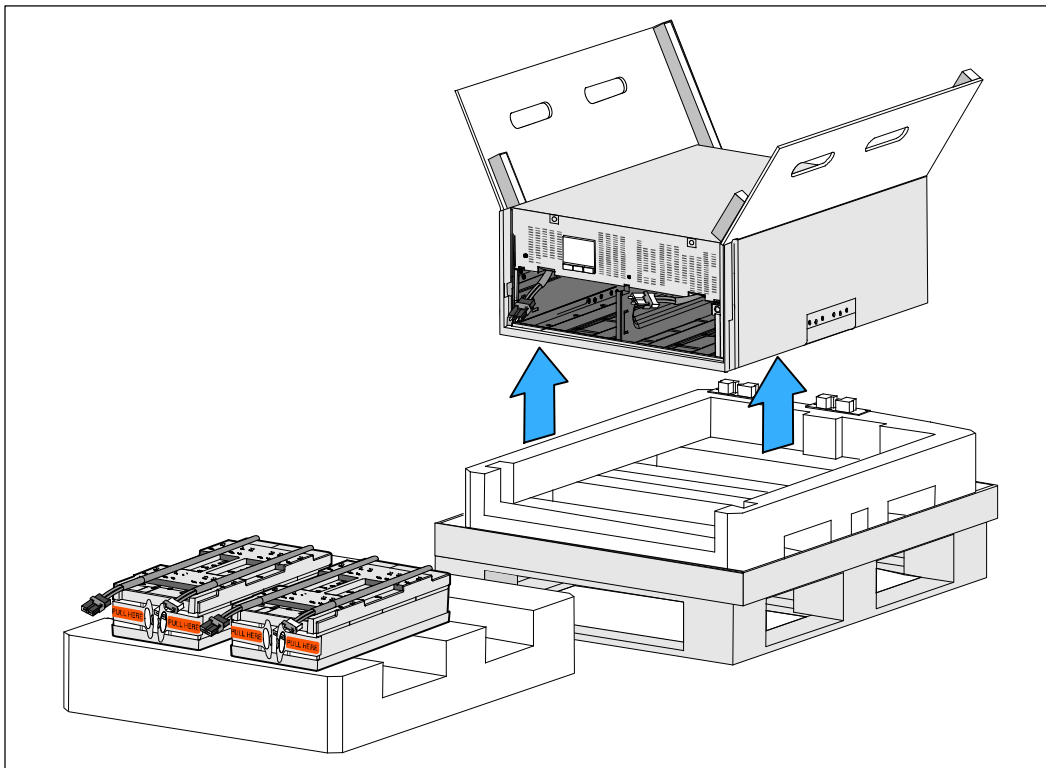

Figure 9. Levage du module
- 8 Avec une personne de chaque côté, levez soigneusement le module hors de la mousse de polystyrène en utilisant les poignées du carton (see Figure 9).